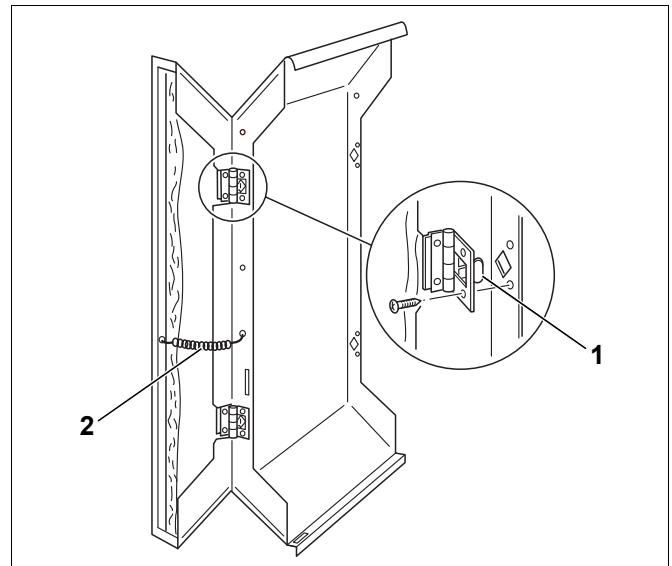

Fig. 49 Montaggio degli sportelli delle pareti laterali
- Agganciare i ganci delle cerniere (fig. 49, [1]) allo sportello del pannello laterale nel ritaglio rettangolare del pannello laterale anteriore e fissarli con viti autofilettanti.
- Agganciare la molla di trazione (fig. 49, [2]) al pannello laterale e allo sportello del pannello laterale.